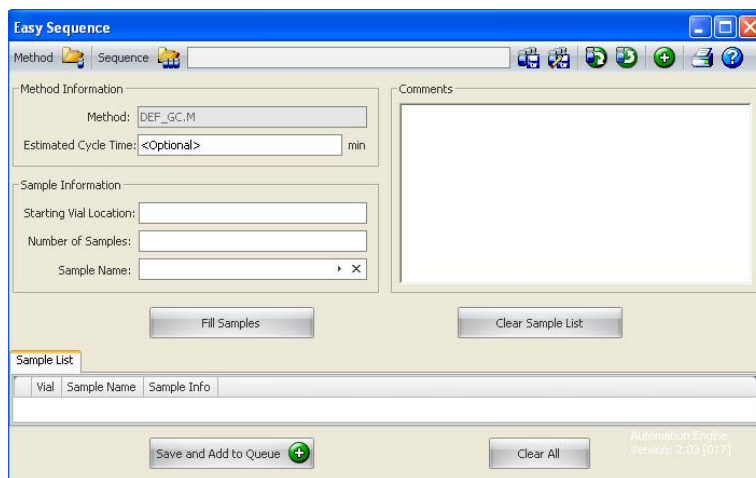

Figura 5 Easy Sequence
- 4 Vaya a **Easy Sequence > Edit/Execute Easy Sequence...** para definir las muestras y crear una secuencia en el cuadro de diálogo Easy Sequence (Figura 5).